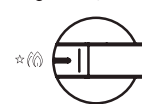

Рисунок 12
1. Чтобы зажечь варочную панель, нажмите на нужную ручку и поверните ее против часовой стрелки. Рисунок 12.